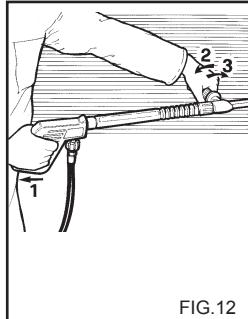
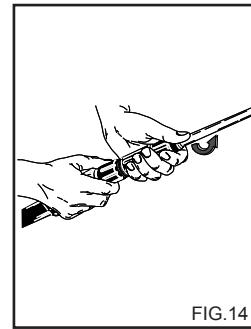

FIG.12
FIG.14
ANVENDELSE AF DET DOBBELTE SPYD ELLER JUSTERBARE HOVED. (fig. 12)
2) Fjern forlængeren fra håndtaget og påsæt det dobbelte spulerør eller spulerøret med det roterende hoved (fig. 14), start højtryksrenseren og sugefunktionen til sæbe på spulerøret (fig. 12, 13) og fugt overfladen, som skal renses, nedefra og op efter.